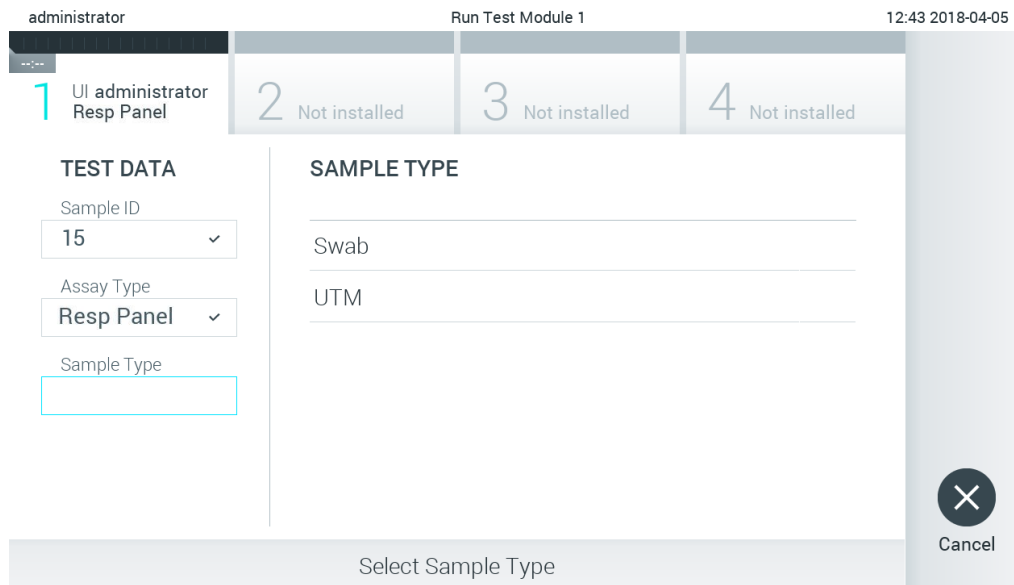

Figura 78. Selecionando o tipo de amostra.
- O campo Assay Type (Tipo de ensaio) será inserido automaticamente e, se necessário, um Sample Type (Tipo de amostra) apropriado deverá ser selecionado manualmente a partir da lista (Figura 78).